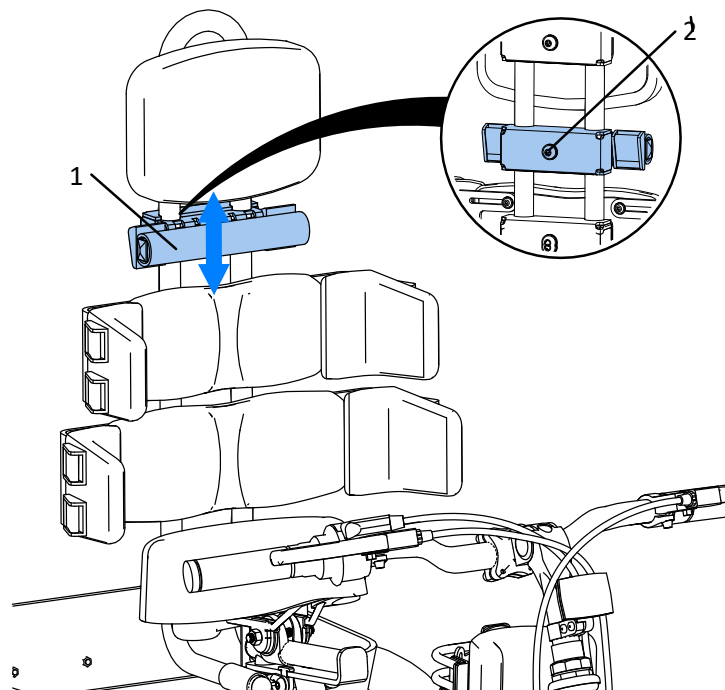

Abb. 26
Die Universalhalterung (1) wird zur Befestigung einer Weste oder eines Gürtels verwendet. Die Halterung kann entlang der Rückenstütze Abb. 26 auf jede Höhe eingestellt werden. Lösen Sie dazu die Schraube (2). Sobald die Höhe der Halterung eingestellt ist, ziehen Sie die Schraube (2) fest.